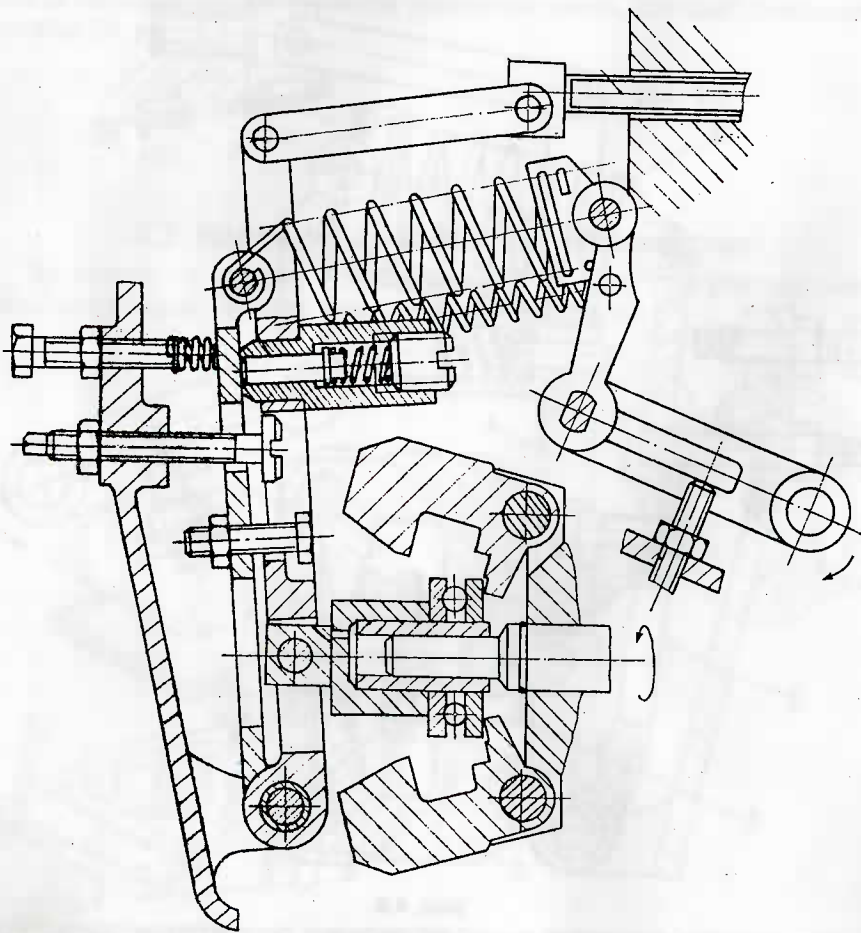

рис. 4.7
2. Режим максимального холостого хода. (рис. 4.7)